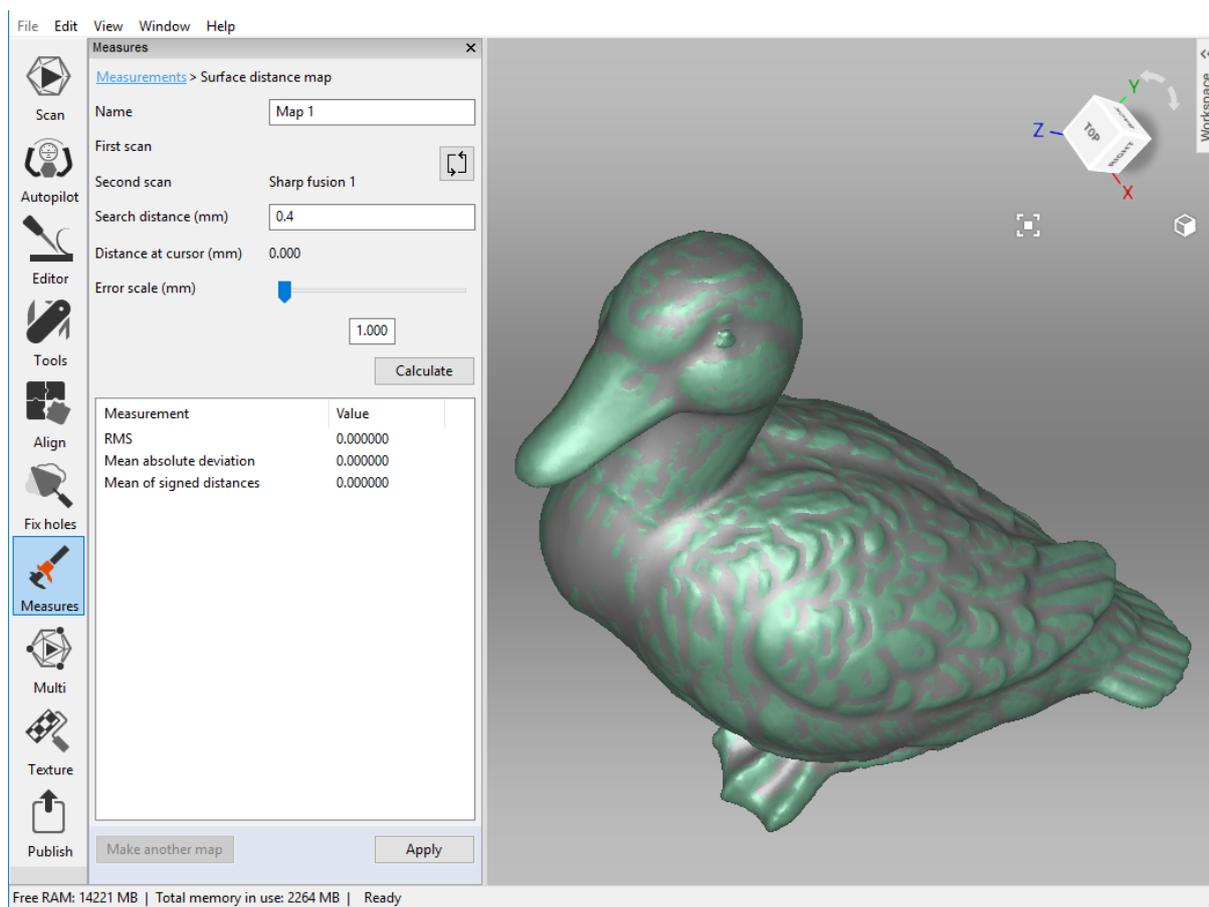

Abbildung 117: Parameter für die Berechnung der Flächen-Abstands-Karte spezifizieren.
3. Falls erforderlich, den Namen für die Abstands-Karte im Feld *Name* des Bedienfeldes *Messen* spezifizieren (siehe Abb. 117). Standardmäßig benennt das Programm neue Abstandskarten mit *Map 1*, *Map 2* usw..